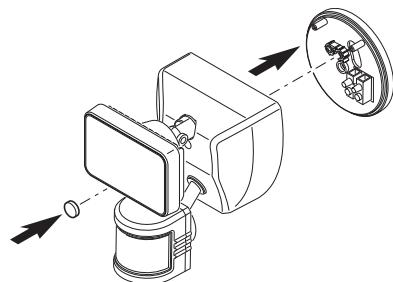

Figure 5
- Serrez solidement le boulon de montage, en évitant toutefois de trop le serrer (voir la Figure 5).
- Enfoncez fermement le bouchon de plastique dans le trou du boulon de montage du luminaire (voir la Figure 5).